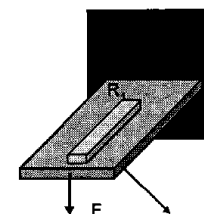
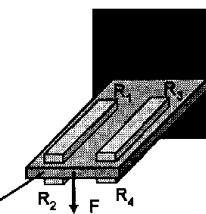

Bild 1
Bild 2
a)	In der Messanordnung nach Bild 1 wird nur ein DMS verwendet. Welche Nachteile hat diese Anordnung gegenüber Bild 2 mit 4 DMS ?